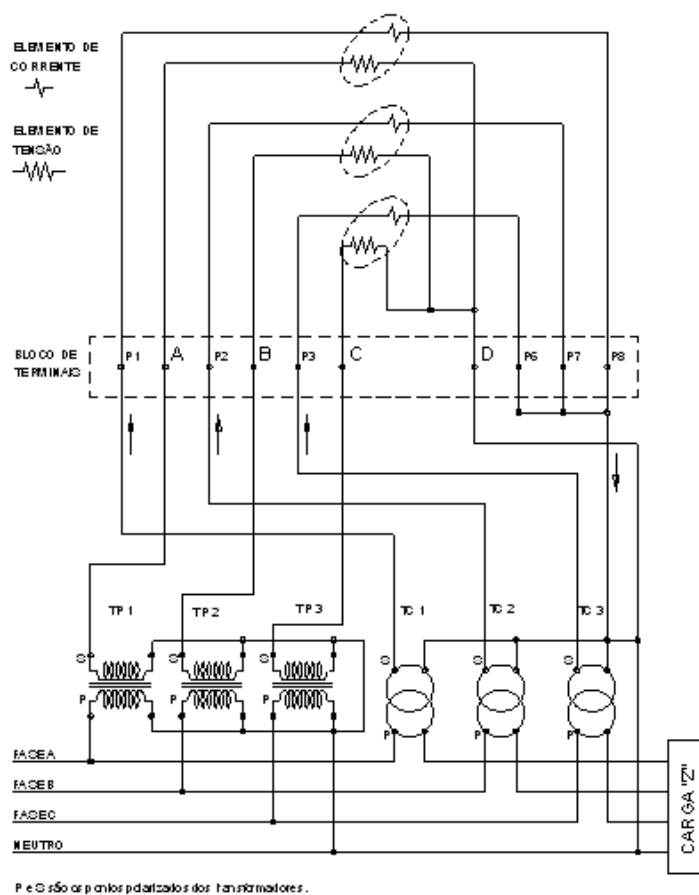
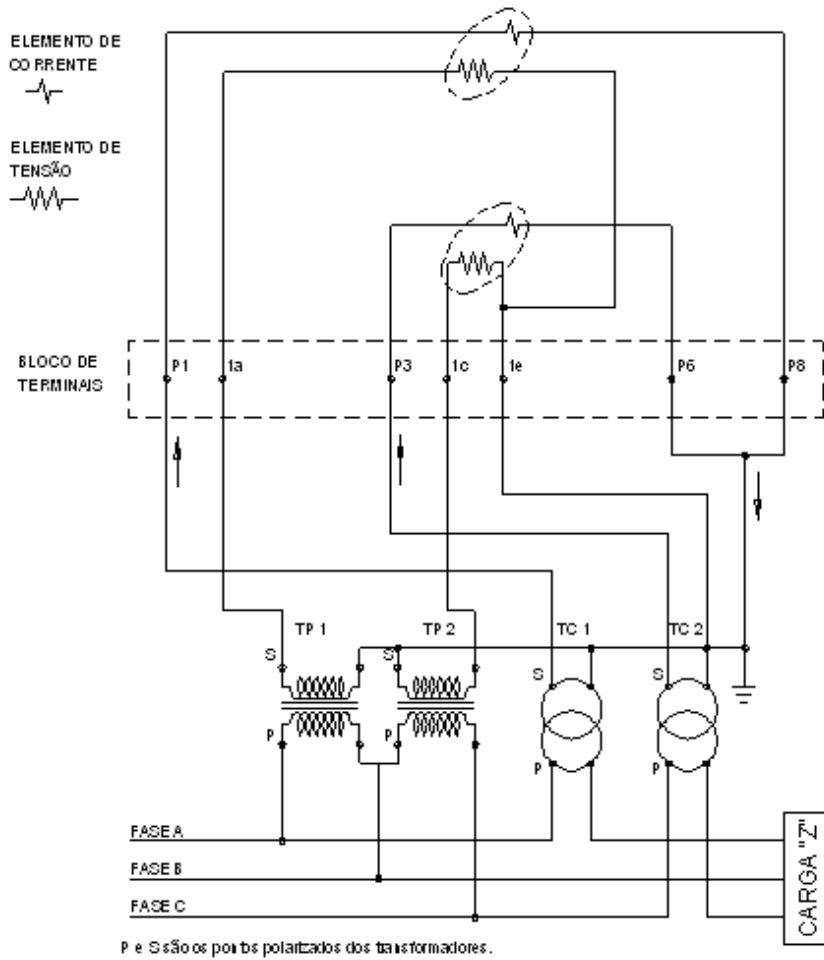

Figura 14: Ligação 4wyE com TC's e TP's.
Figura 17: Ligação 3dEL apenas com TC's.
- 3º Conecte o cabo de neutro e os cabos de tensão de acordo com a forma de conexão desejada, como mostram os esquemas de ligação das figuras entre Figura 14 e Figura 17;
- 4º Conecte os terminais de corrente, consultando os esquemas de ligação das figuras entre Figura 14 e Figura 17;
As formas de instalação mais comuns para ligação do medidor KS70® são mostradas nas figuras Figura 14 a 16.